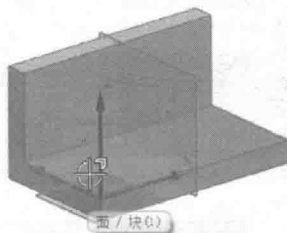

图 1-7 选择长方体上表面为孔的放置平面
② 选择【插入】|【设计特征】|【孔】命令,出现【孔】对话框;在【类型】组中使用默认的【常规孔】选项;在【方向】组中,从【孔方向】下拉列表框中选择【垂直于面】选项;在【形状和尺寸】组中,从【成形】下拉列表框中选择【简单】选项,在【直径】文本框输入“12”,从【深度限制】下拉列表框中选择【贯通体】选项;在【位置】组中,单击【草图】按钮,出现【创建草图】对话框,选择长方体上表面为孔的放置平面,如图 1-7 所示。